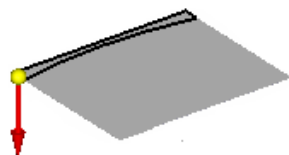

图 6.9.7 定义移除方向
(3) 定义法向除料特征属性。在命令条中单击“厚度剪切”按钮  和“全部穿透”按钮 ，并将移除方向调整至图 6.9.7 所示的方向。